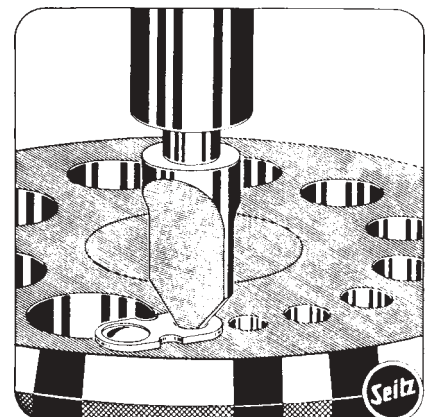

Abb. 85
b) Dient zum Anbringen von Senkungen für Deckplättchen-, Rückerplättchen- und sonstigen Schrauben mit Senkkopf (Abb. 85).